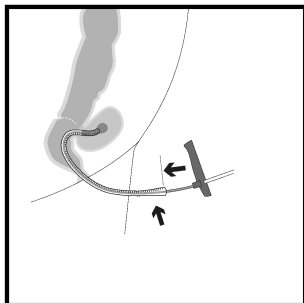

Fig. 3
14. Før skyveren via drehtuben, og skyv tampongen fremover mot enden av overturen (eller rektoskopet eller proktoskopet) ved hjelp av skyveren. Tuppen på tampongen er nå plassert på det dypeste punktet i lekkasjehulen (Fig. 3). I mellomtiden fortsetter du å holde overturen (eller rektoskopet eller proktoskopet) godt på plass.